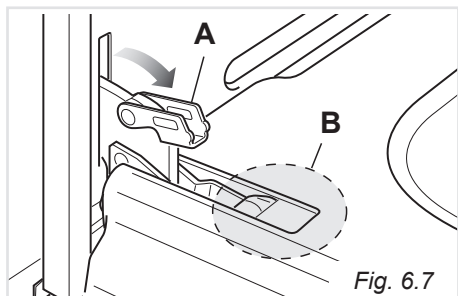
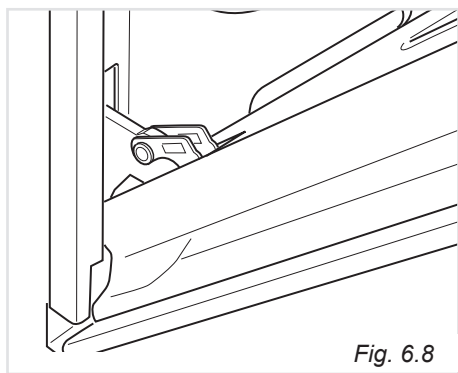

Fig. 6.7
Fig. 6.8
- Aprire completamente la leva "A" delle cerniere destra e sinistra (fig. 6.7).
- Socchiudere dolcemente la porta (fig. 6.8) fino a quando le leve "A" delle cerniere destra e sinistra si agganciano alla parte "B" della porta (fig. 6.7).